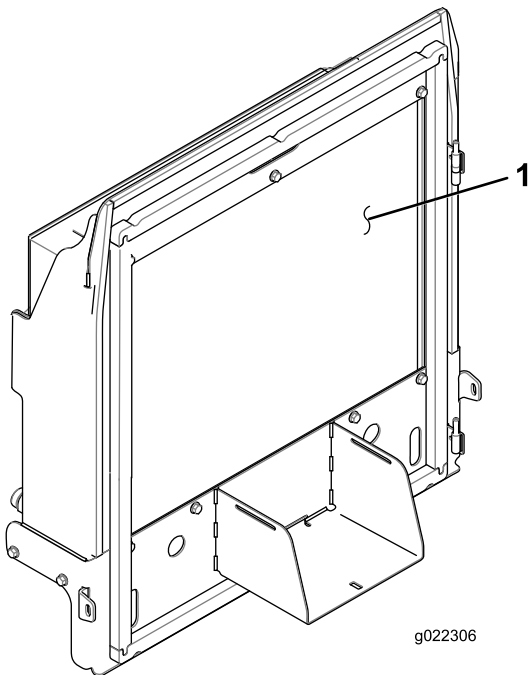

Bild 87
4. Reinigen Sie beide Seiten des Kühlers bzw. Ölkühlers (**Bild 87**) gründlich mit Druckluft.